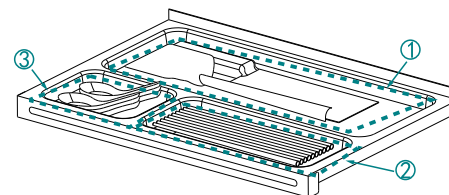

图9 收纳盘分区收纳示意图
2) 上室收纳盘分为刀具收纳、筷子收纳、小件收纳3个收纳区，消毒时其总标准承载量约为2Kg。分区收纳方式如图9: